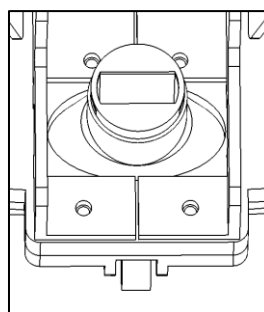

Fig. 3
4. Reinig de sifon (Fig. 3) met behulp van de slang onder een straal stromend water. controleer na de reiniging of de sifon vrij is van vuil.